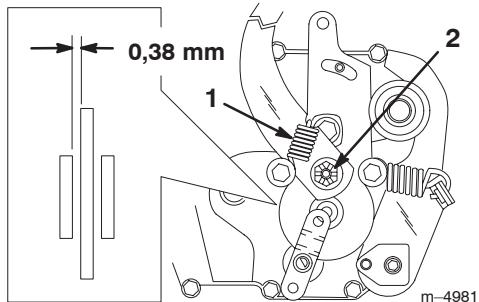

Bild 21
Die Feststellbremse befindet sich an der rechten Seite der Hinterachse im Hinterreifen (Bild 21). Wenn die Feststellbremse den Traktor nicht sicher hält, muss diese eingestellt werden.
2. Entfernen Sie die Feder vom Bremsarm (Bild 21).
3. Entfernen Sie den Splint, mit dem die Bremseinstellmutter befestigt ist und lockern Sie die Mutter (Bild 21).
4. Stecken Sie eine 0,38-mm-Fühlerlehre zwischen die Brems Scheibe und die Bremsbacke (Bild 21).